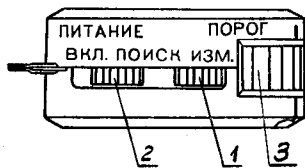

Рис. 3.
6.1. Убедитесь в том, что переключатель ПИТАНИЕ (поз. 2 рис. 3) находится в выключенном положении.
6.3. Включите дозиметр, для этого переключатель (поз. 2 рис. 3) установите в положение ВКЛ.
6.4. Убедитесь в том, что напряжение батарей питания находится не ниже минимально допустимого значения, для чего установите переключатель ПОИСК ИЗМ. (поз. 1 рис. 3) в положение ПОИСК и через 3 с проконтролируйте в левой верхней части ЖК-табло (поз. 10 рис. 1) отсутствие мигающего знака «+».
7.2. Включите питание дозиметра, установив переключатель ПИТАНИЕ (поз. 2 рис. 3) в положение ВКЛ, при этом включается звуковая сигнализация на каждый регистрируемый гамма-квант, а также включается режим определения МЭД с помощью ЖК-табло.